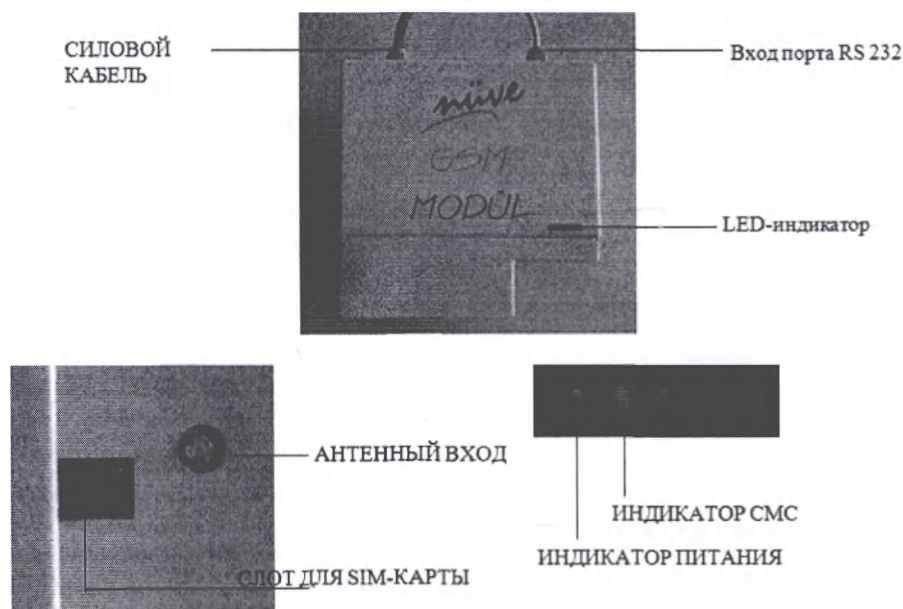

Рисунок 4 - Аварийный модуль AlerText GSM со встроенным модемом Quectel M95
- Вставить SIM-карту в аварийный модуль AlerText GSM со встроенным модемом Quectel M95 (см. Рисунок 4).
- Подключить конец кабеля RS 232 аварийного модуля AlerText GSM со встроенным модемом Quectel M95 (см. Рис. 4) в порт RS 232 инкубатора (см. Рис. 2).
- Убедиться, что светодиодный индикатор питания включен (см. Рисунок 4). Светодиодный индикатор включается, когда на аварийный модуль AlerText GSM со встроенным модемом Quectel M95 подается питание. Во время отправки СМС светодиодный индикатор начинает мигать.
- Подключить кабель антенны к антенному входу на аварийном модуле AlerText GSM со встроенным модемом Quectel M95 (см. Рисунок 4).